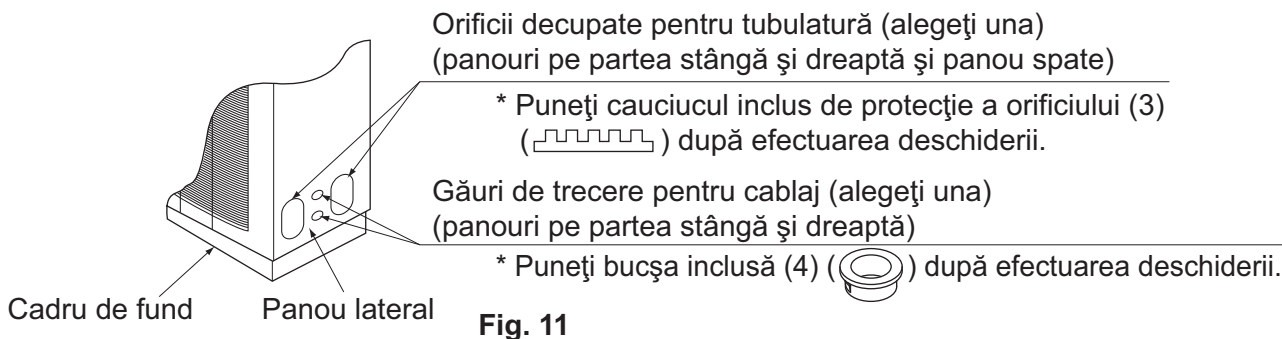

Fig. 11
1. Deschideți orificiile decupate de pe panoul din dreapta (stânga). (Consultați Fig. 11)